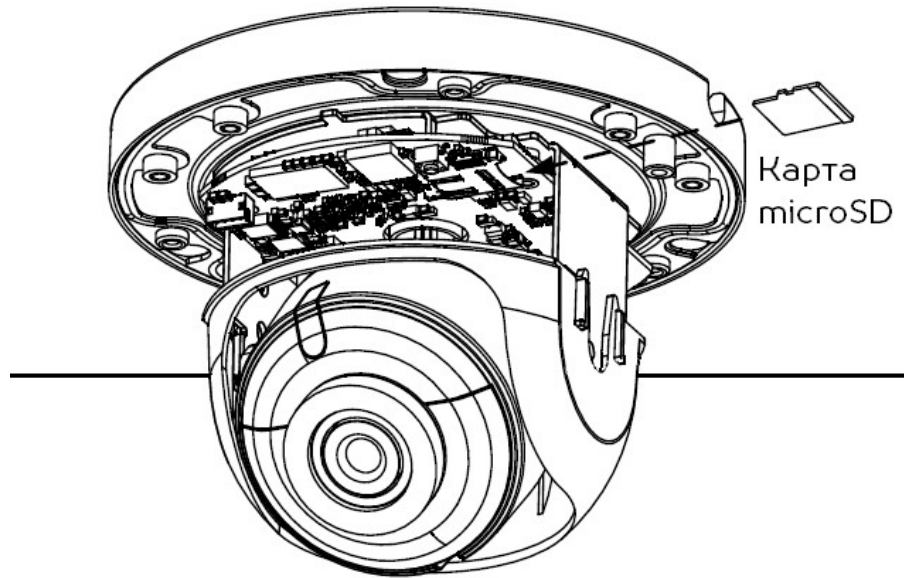

Рисунок 11. Установка карты памяти в слот камеры
2. Вставьте microSD карту памяти в слот, пока не услышите щелчок. Это свидетельствует о том, что карта памяти установлена. См. рис. 11.